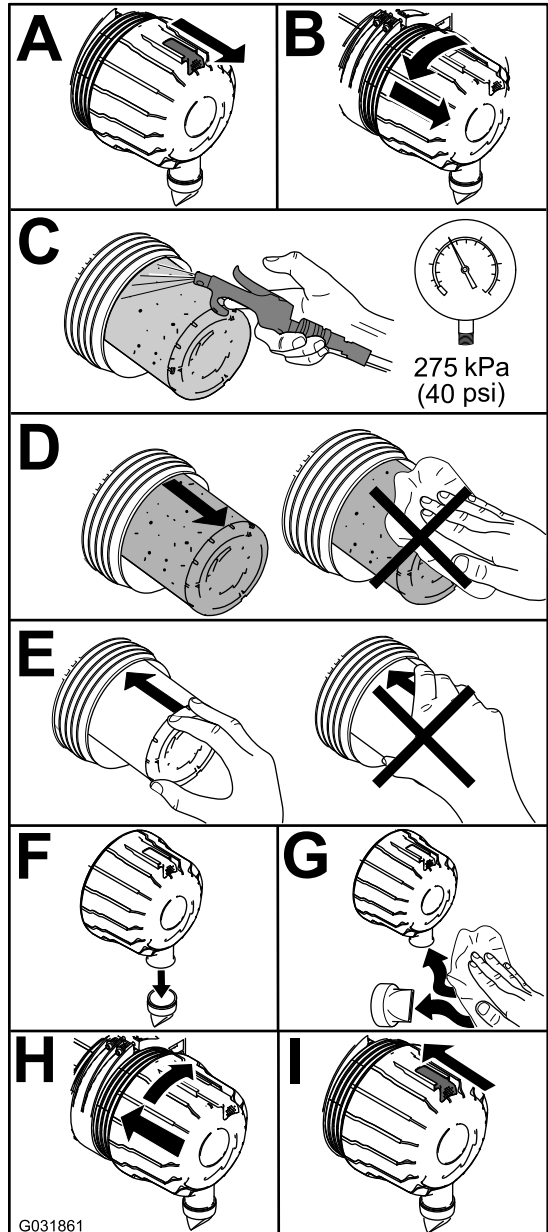

Figura 82
1. Cambie el limpiador de aire (Figura 82).